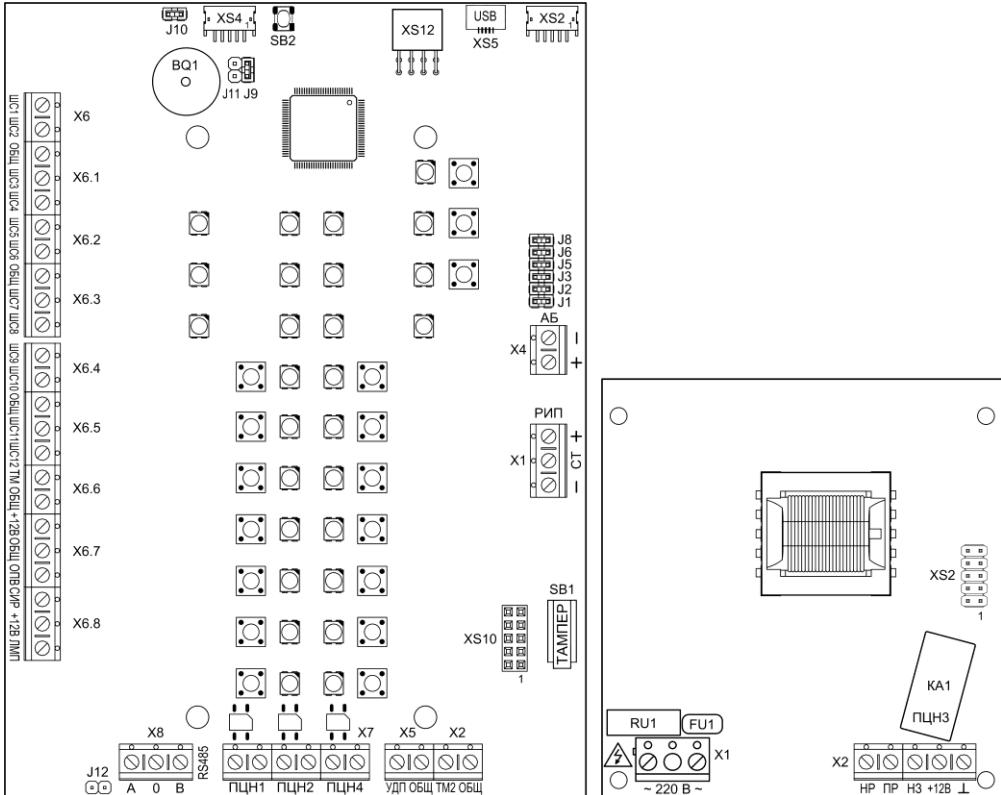

Рис.1 Внешний вид платы контроллера Гранит-12 и платы источника питания
Прибор состоит из корпуса и съёмной крышки. В корпусе расположены плата контроллера и плата источника питания (рис.1). На плате контроллера установлена панель индикации и управления (рис.2).
### 3.1 На плате контроллера (рис.1) расположены следующие элементы:
**3.3 На плате источника питания** (рис.1) расположены следующие элементы: